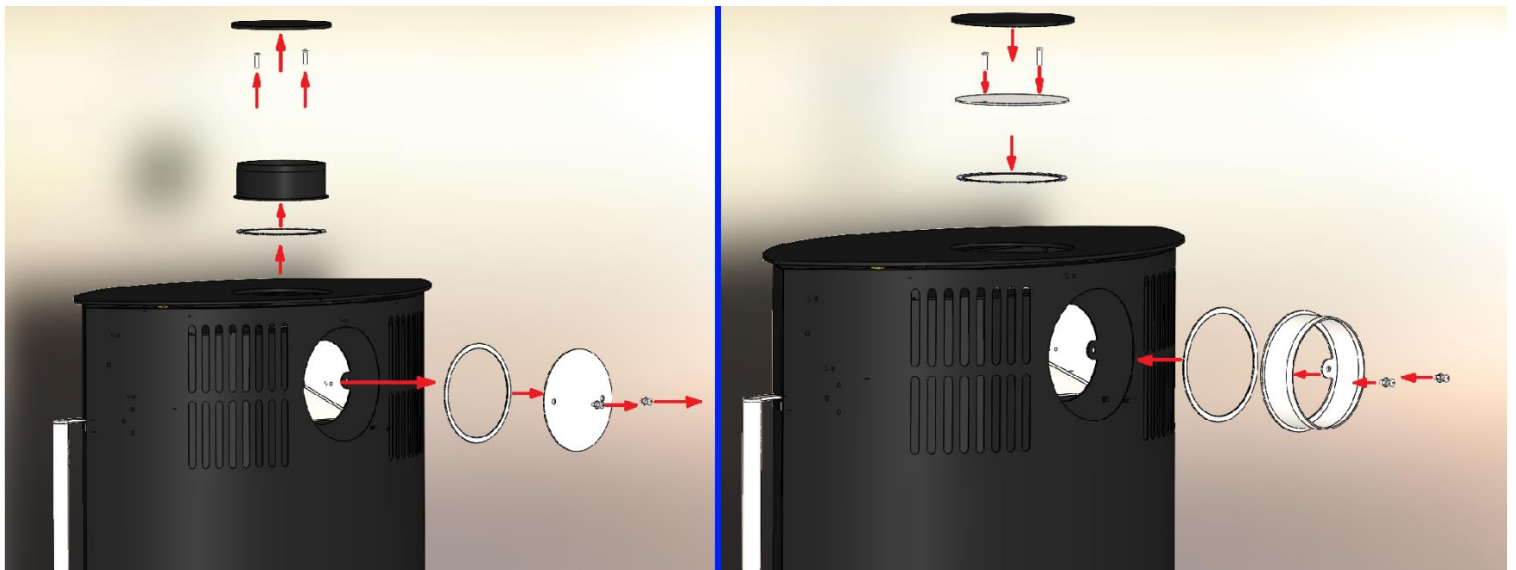

Figura 2 Sostituzione del collegamento del tubo fumario e del coperchio del tubo fumario
3. Figura 2 Sostituzione del collegamento del tubo fumario e del coperchio	Pagina 5